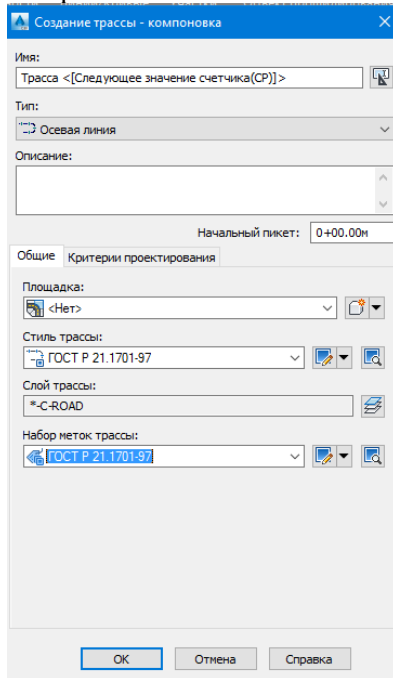

Рис. 38. Окно «Создание трассы – компоновка»
- Набор меток трассы: ГОСТ Р 21.1701-97 (рис. 38).